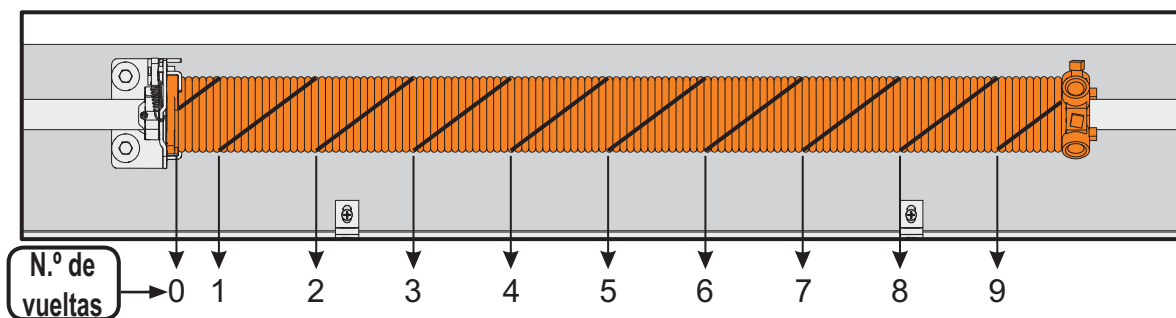

Figura 6c
- El número de vueltas se puede contar en la línea del muelle, el número de vueltas se cuenta en las líneas diagonales que están en los muelles, como se muestra en la figura 6c.